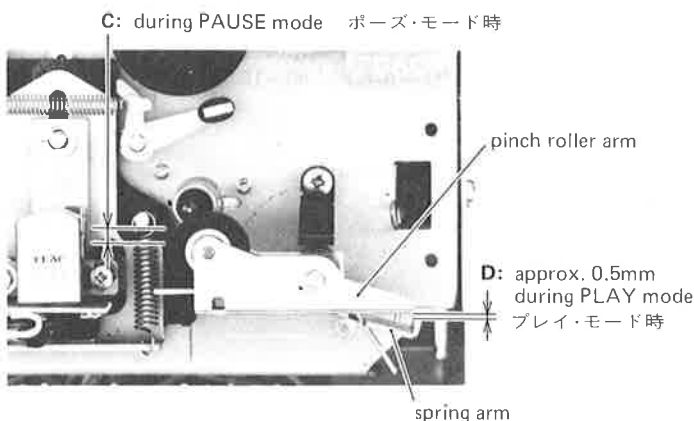

Fig. 4-4
- With the deck in the play mode, check that there is a clearance of approx. 0.5 mm between the pinch roller arm and the spring arm ("D" in fig. 4-4).
- Repeat switching operations from STOP to PAUSE mode two or three times, and make sure that when repeating steps 1 and 2, the clearances "D" and "B" are within the specified range respectively. Also make sure there is a clearance between head base and spring stud ("C" in fig. 4-4).
**Note:** During play operation, make sure there is a clearance of approx. 0.5 mm between the pinch roller arm and the spring arm. Refer to fig. 4-4.
- プレイ・モードにして、ピンチ・ローラ・アームとスプリング・アームのすき間 (図4-4の D) が約0.5mm であるか確認する。
- ストップ・モードからポーズ・モードへの切換え操作を 2, 3 度繰り返した後、再度 1, 2 項のチェックをして、間隔 D と B がそれぞれ規定通りか確認する。また、ヘッド・ベースとスプリング支柱との間 (図4-4の C) にすき間があるか確認する。
注意: プレイ・モード中、ピンチ・ローラ・アームとスプリング・アーム間に約0.5mmのすき間があるか確認する (図4-4参照)。